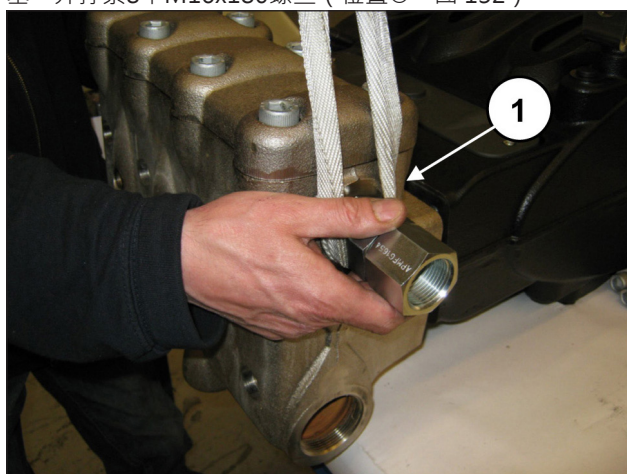
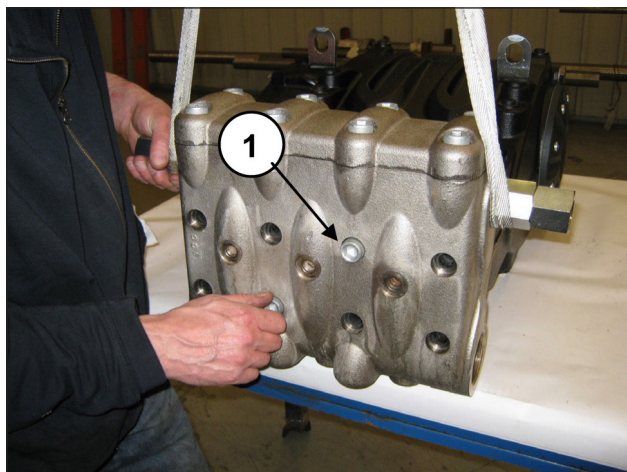

图 131
图 132
将泵头安装在泵壳 (位置①, 图 131) 上, 注意不要碰到活塞, 并拧紧8个M16x180螺丝 (位置①, 图 132)。